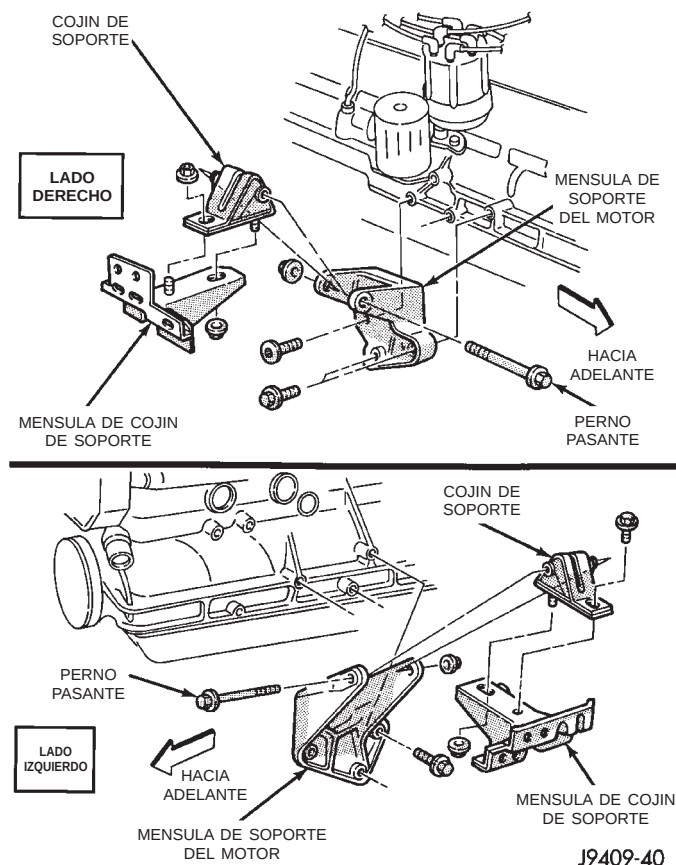

Fig. 23 Soportes delanteros
- (1) Desconecte el cable negativo de la batería.
- (2) Eleve el vehículo.
- (3) Apoye el motor.
- (4) Retire la tuerca del perno pasante (Fig. 23). NO retire el perno pasante.
- (5) Retire los pernos de retén y las tuercas de los cojines de soporte (Fig. 23).
- (6) Retire el perno pasante.
- (7) Retire los cojines de soporte.
- (1) Si se ha retirado el soporte del motor, emplace la ménsula en el bloque e instale los pernos de fijación (Fig. 23). Apriete los pernos de la ménsula de soporte del motor con una torsión de 61 N·m (45 lbs. pie).
- (3) Coloque los cojines de soporte en su posición en las ménsulas de cojines de soporte (Fig. 23). Instale y apriete los pernos y las tuercas con una torsión de 41 N·m (30 lbs. pie).
- (4) Instale el perno pasante y la tuerca de retén (Fig. 23). Apriete la tuerca del perno pasante con una torsión de 65 N·m (48 lbs. pie).
- (5) Retire el apoyo del motor.
- (6) Descienda el vehículo.
- (7) Conecte el cable negativo a la batería.